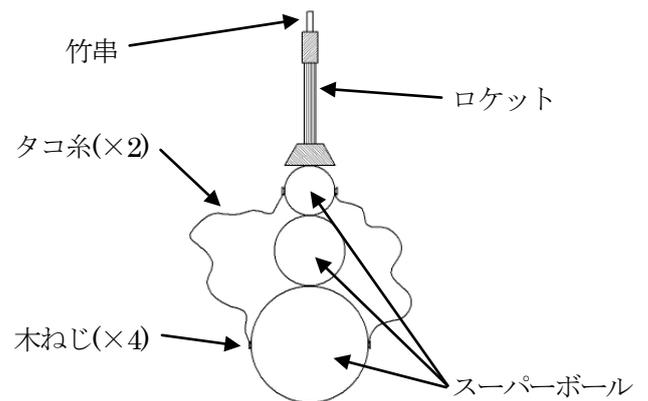

図 2 完成図
- (7) 直径 6mm のストローを 6cm に切り、その先端にビニールテープを巻き付け「おもり」にする。
- (8) 画用紙から切り出したロケットの尾翼とストローを両面テープで貼り合わせる。
- (9) 完成（図 2 参照）